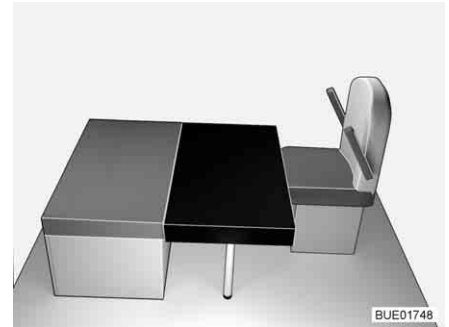

Fig. 91 Dopo la trasformazione
- Collocare il cuscino aggiuntivo rettangolare sul tavolo (davanti al cuscino dei sedili, vedi Fig. 91). La sezione nel cuscino aggiuntivo è appoggiata contro la parete di sostegno anteriore.